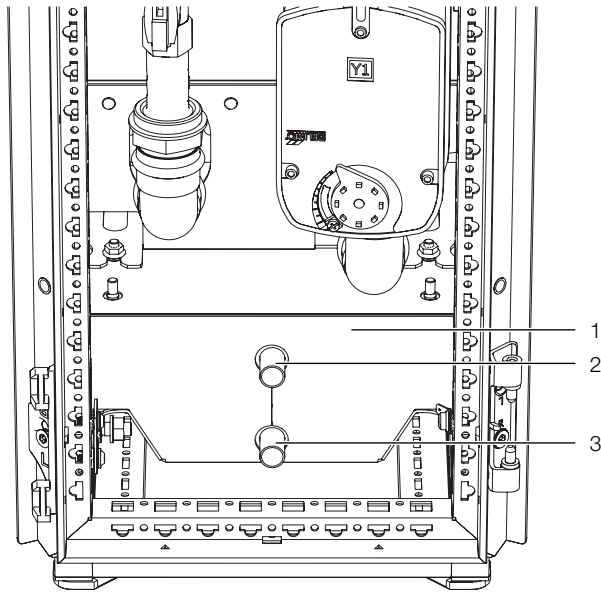

Fig. 60 : dispositifs d'évacuation de l'eau de condensation
- Au niveau de l'écoulement des condensats inférieur (fig. 60), enfichez l'adaptateur inclus à la livraison.